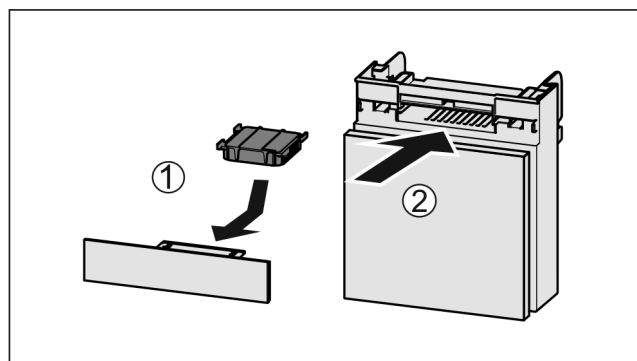

Fig. 36
- ▶ Aktivni ogljeni filter vstavite Fig. 36 (1) skladno s prikazom na sliki.
- ▶ Predal potisnite noter Fig. 36 (2).